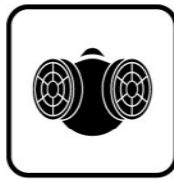

Рис. 1
- Управление шлифмашиной осуществляется с использованием курка (Рис. 1), который находится под указательным пальцем.